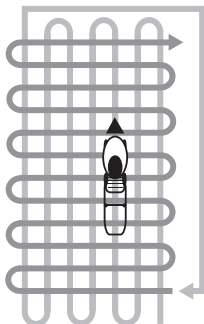

Рис. 11 Схема кошения высокой и/или загущенной травы
5. При кошении в тяжелых условиях (п.3,4) рекомендуется проводить повторный покос с меньшей высотой скашивания (Рис. 11).